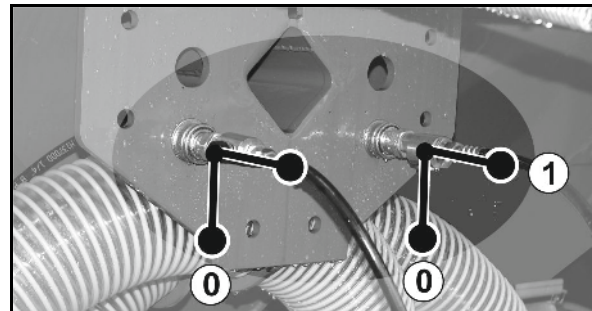

Рис. 95
7. Установите рычаг селектора (Рис. 95/1) в положение **A**.
4. При помощи гидравлики разложите загрузочный шнек (Рис. 95/2).
6. При помощи гидравлики приведите в действие загрузочный шнек (Рис. 95/1).
9. При помощи гидравлики сложите загрузочный шнек (Рис. 95/2).